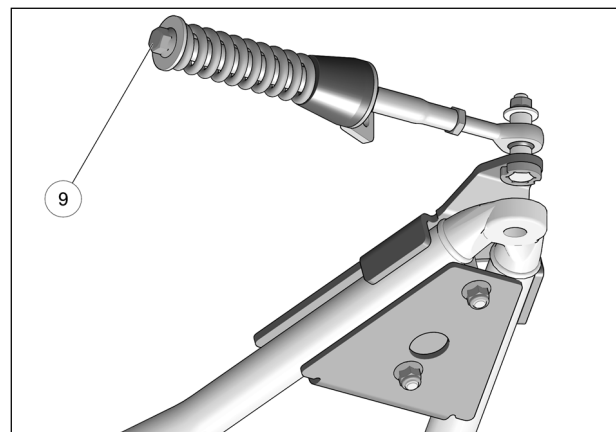

Fig. 19
8. Vérifier que le boulon du ressort (6) est serré au couple recommandé : 75 N•m [55 lb•pi]. Fig. 19